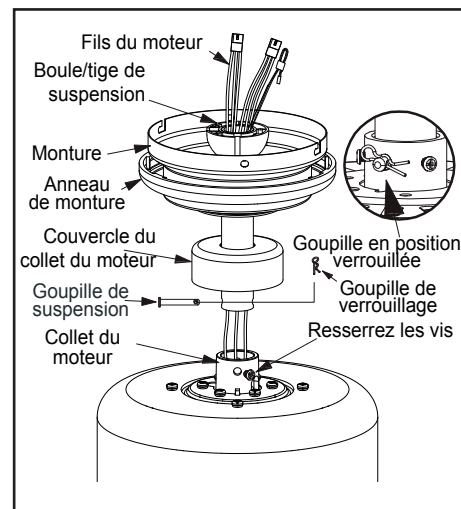

Figure 7
4. Placez la tige de suspension par-dessus la monture et l'anneau de montage, puis faites glisser le couvercle du collet du moteur sur la tige de suspension. Faites passer les fils à travers la boule/tige de suspension. (Figure 7)
6. Alignez les trous au bas de la tige de suspension avec les trous du collet sur le dessus du boîtier du moteur. (Figure 7) Insérez avec précaution la goupille de suspension dans les trous du collet et de la tige de suspension. Faites attention de ne pas coincer les fils à l'intérieur de la tige de suspension avec la goupille de suspension. Insérez la goupille de verrouillage dans le trou près de l'extrémité du boulon jusqu'à ce qu'elle se bloque en place, tel qu'indiqué dans le médaillon circulaire de la Figure 7.